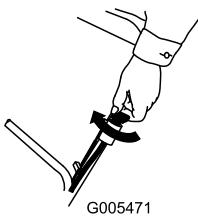
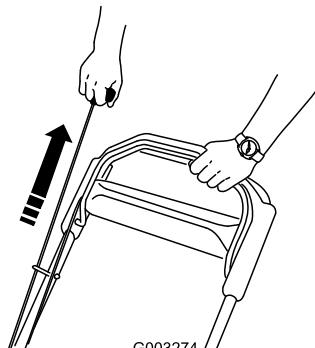

Рисунок 14
Рисунок 15
2. Поверните ключ зажигания (только для моделей с электрическим запуском) (Рисунок 14) или потяните подпружиненную пусковую рукоятку (Рисунок 15).